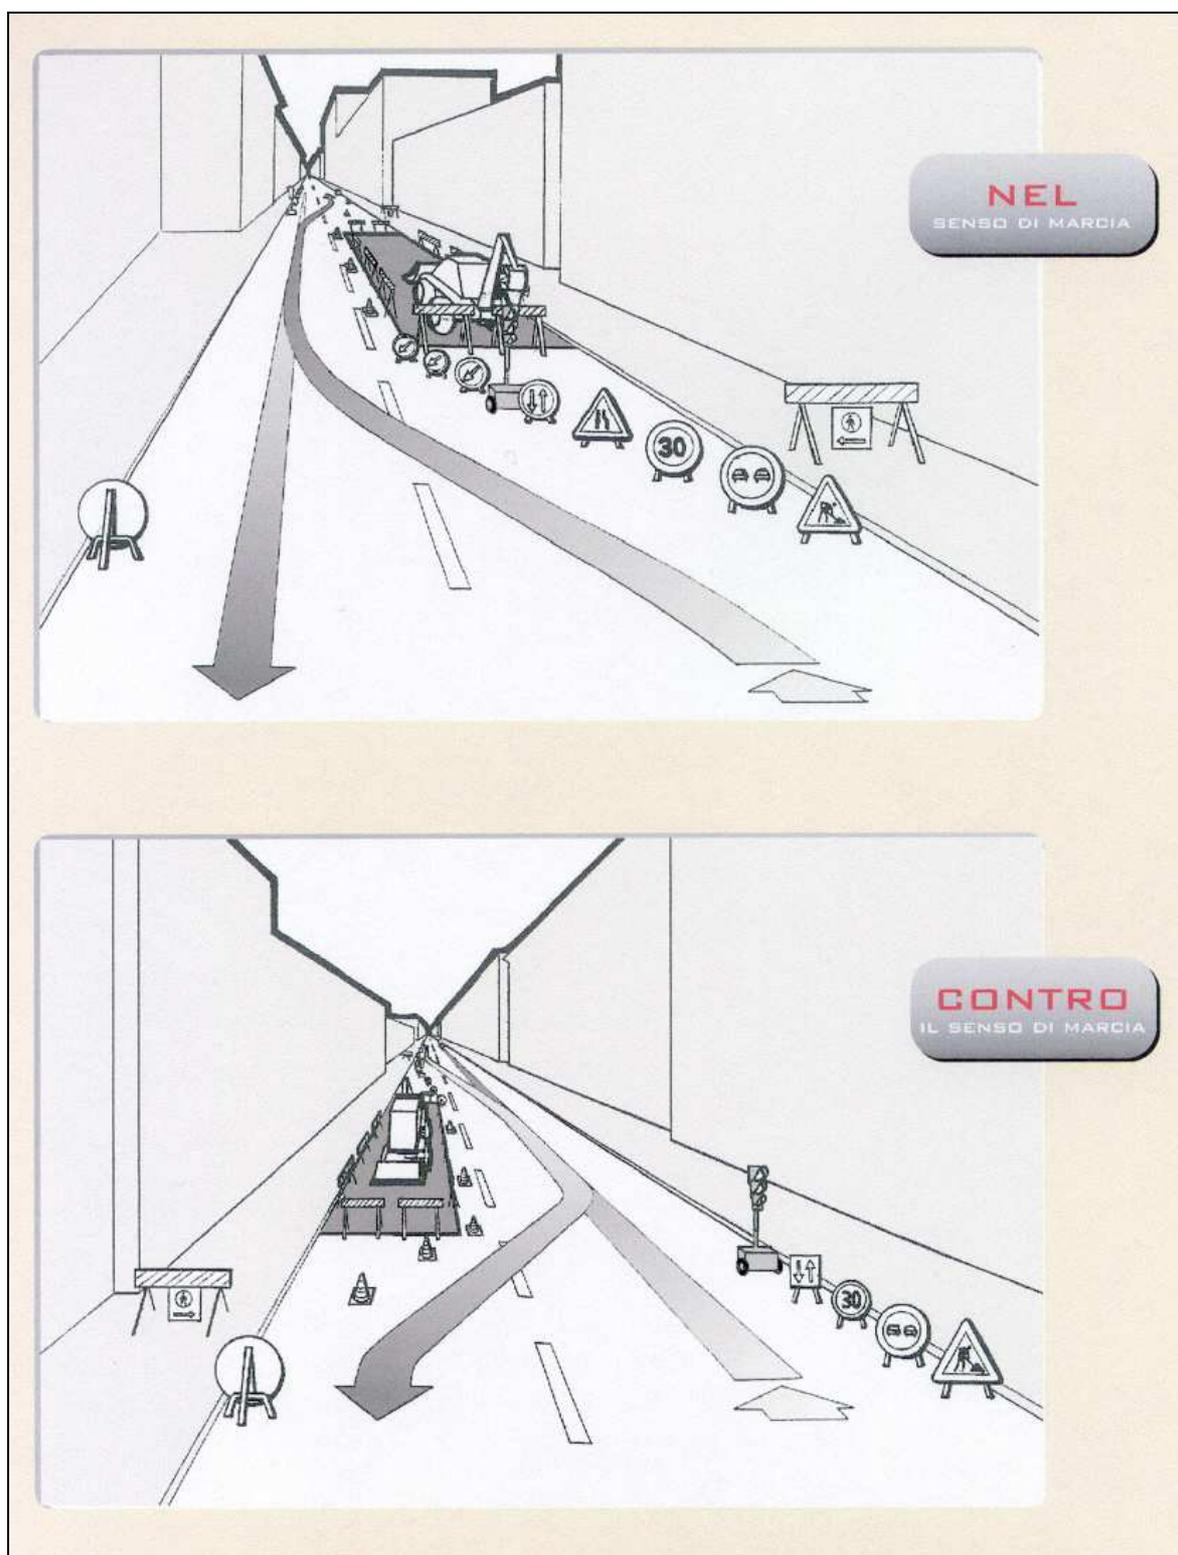

Figura 8a – Cantiere con semafori per senso unico alternato. Figura descrittiva.
- Figura 8a Cantiere con semafori per senso unico alternato. Figura descrittiva.